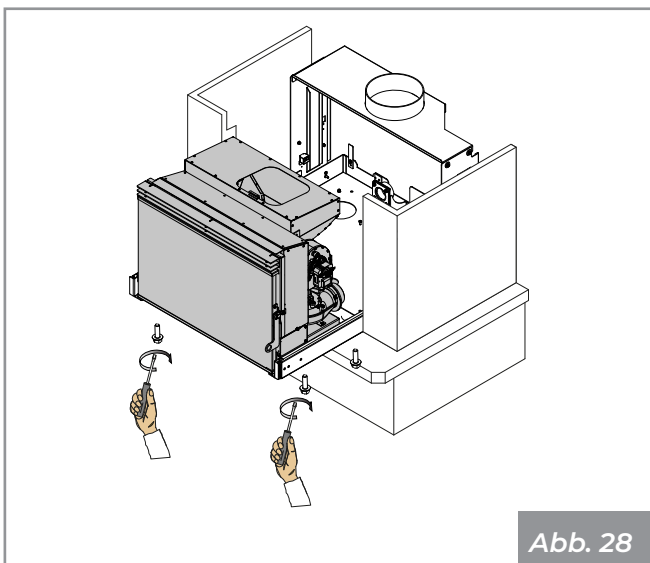

Abb. 28
- Die zuvor entfernten Befestigungsschrauben wieder an der Stelle anbringen (**Abb. 28**)